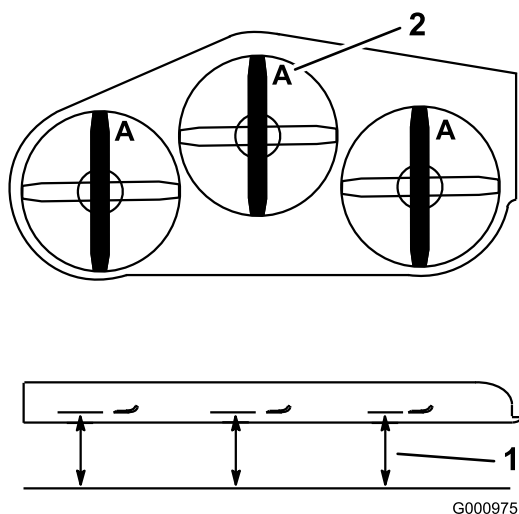

Figura 90
3. Gire las cuchillas hasta que los extremos estén orientados hacia adelante y hacia atrás (Figura 90). Mida desde una superficie nivelada hasta el filo de corte, posición A, de las cuchillas (Figura 90). Anote esta dimensión.